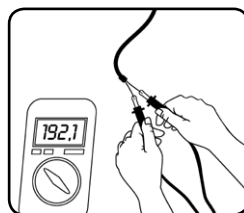
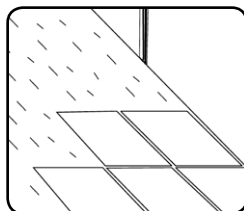

fig. 14
fig. 15
-Antes de la colocación de baldosas, vuelva a medir la resistencia de cable calefactor (Ver fig. 14). Para áreas pequeñas (hasta 4m2), las baldosas se pueden colocar inmediatamente (Ver fig. 15) para áreas más grandes, espere 24 horas en primer lugar. Dibujar y marcar en el certificado de garantía: lugar de colocación del "empalme", la dirección y el lugar dónde la manta ha sido colocada, y los valores medidos (antes y después de la instalación).